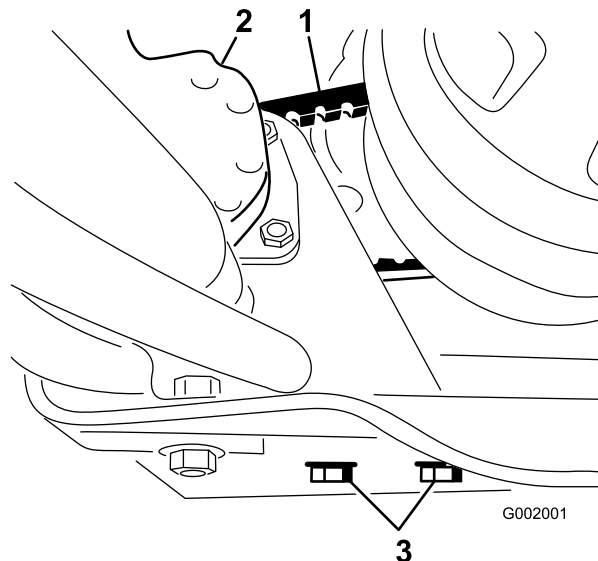

Figura 64
2. Allentate i bulloni di fissaggio della pompa dello sterzo (Figura 64).